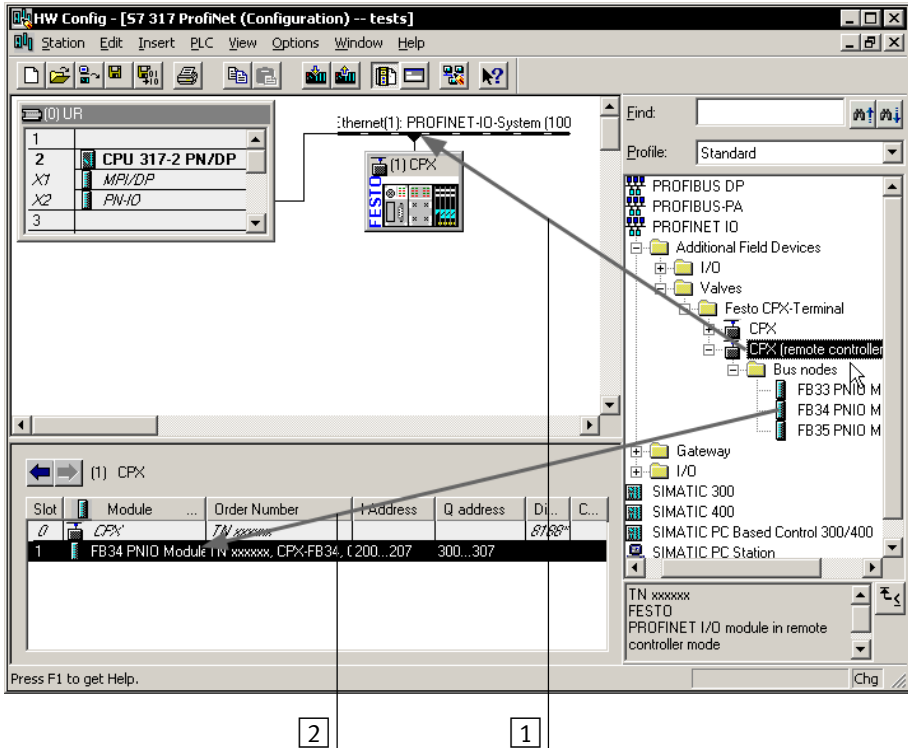

Fig. 2/9 : Configuration du nœud de bus en mode de fonctionnement Remote Controller à l'aide de Siemens STEP 7 – HW Config
6. Sélectionner les nœuds de bus (sélection des stations) avec le type de station **CPX remote controller** (voir paragraphes 2.1.4 et 1 dans Fig. 2/9).